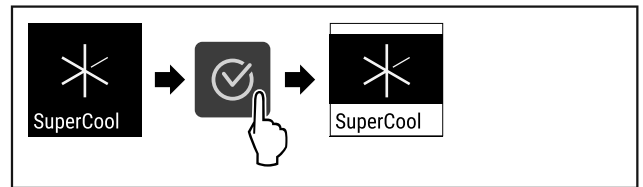

Fig. 72
- ▶ Vykonajte kroky akcie (pozri Fig. 72).